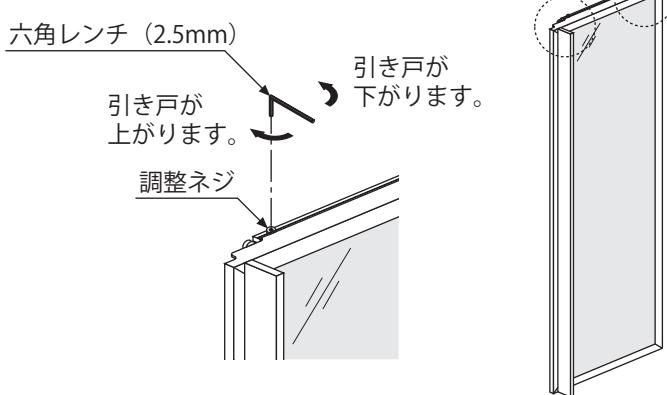

図4
- ・左右の引き戸とユニット側板のチリをチェックします。図4に示すようにチリは2mmとし、前後の引き戸の枠が重なり合うように、図5の樹脂製ストッパーのネジを+ドライバーでゆるめ、チリが2mmになるように移動させ、締め付けてください。